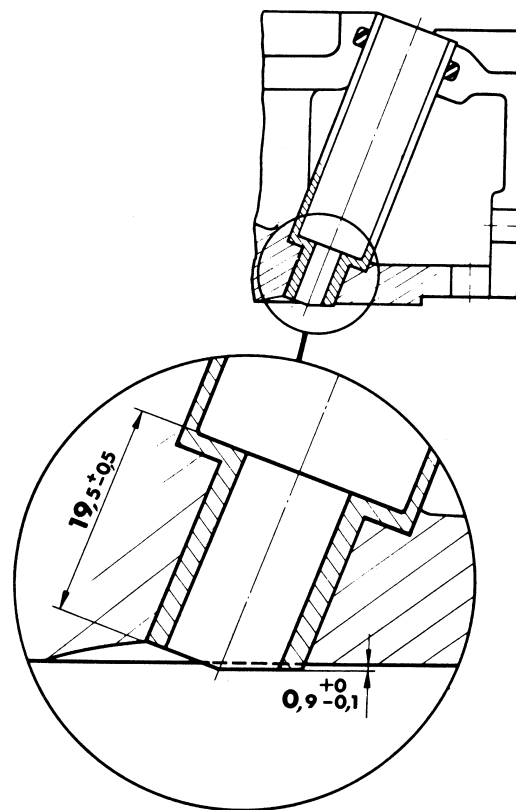

Fig. 9. Justering av spridarhylsa.
5. Justera därefter hylsans längd enligt fig. 9.